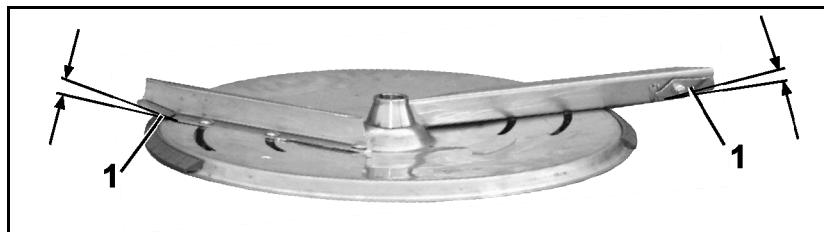

図 48
3. 散布偏向板の回転ウイング（図 48/1）を標準施肥と遅い追肥用の希望する位置に旋回させます。